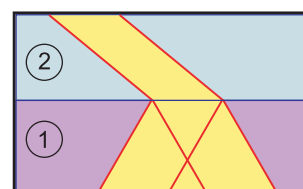

Fig. 22
- 8- Sur la figure 22 ci-contre on a schématisé trois faisceaux lumineux au point d'incidence d'une surface de séparation entre deux milieux transparents (1) et (2). Compléter le schéma en indiquant par des flèches les sens de propagation de la lumière sur les trois faisceaux. Indiquer le milieu le plus réfringent.